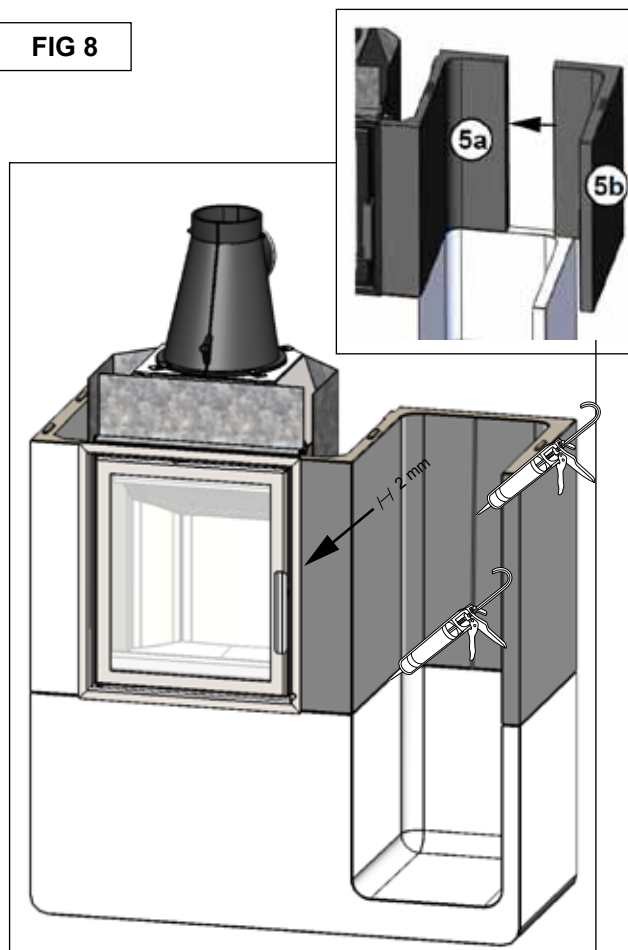

FIG 9
**FIG 9:** Placer l'écran de chaleur autour de la cheminée. Si le foyer est connecté en haut, laissez l'écran de chaleur intact. Lorsqu'il est connecté à l'arrière, enlever soigneusement la surface pré percé dans l'écran de chaleur et la placer autour de la cheminée.
**FIG 9:** Place the heatshield around the flue. When connected at the top, let the heatshield remain intact. When connected at the rear, carefully remove the perforated area in the heatshield and place it around the flue.